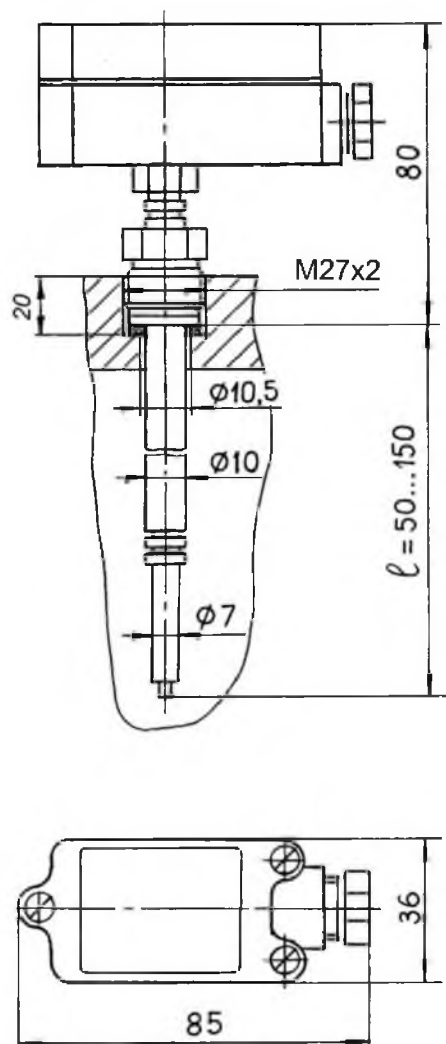

Рис. 5
- Габаритные и установочные размеры реле приведены на рис. 2, рис. 3, рис. 4, рис. 5.
Монтаж реле на месте эксплуатации производится в соответствии с рис. 2, рис. 3, рис. 4, рис. 5.